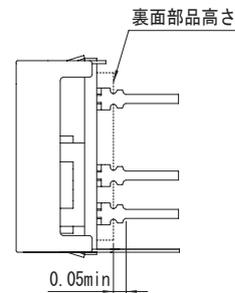

図11.1 ユーザ基板とのクリアランス (-C)
ユーザ基板とのクリアランス	0.05 mm min (図11.1参照)
- 梱包形態 (トレイ) は図11.1を参照ください。トレイ品のご注文には、SU□□□□BPをご指定ください。